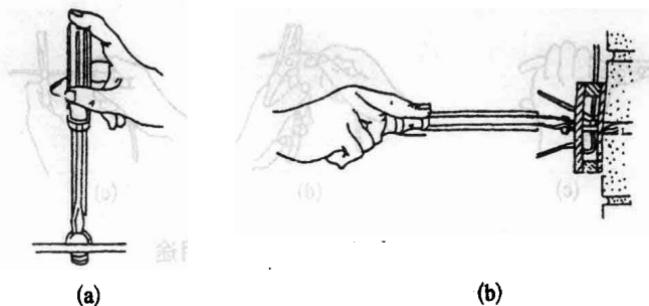

图 1-4 螺丝刀的使用
## (3) 常用螺丝刀使用方法(图 1-4)
① 短螺丝刀的使用：短螺丝刀多用来松紧电气装置接线桩上的小螺钉，使用时可用大拇指和中指夹住握柄，用食指顶住柄的末端捻旋[图 1-4(a)]。
② 长螺丝刀的使用：长螺丝刀多用来松紧较大的螺钉。使用时，除大拇指、食指和中指要夹住握柄外，手掌还要顶住柄的末端，这样就可以防止旋转时滑脱，用法如图 1-4(b)。
③ 较长螺丝刀的使用：可用右手压紧并转动手柄，左手握住螺丝刀的中间，不得放在螺钉的周围，以防刀头滑脱将手划伤。